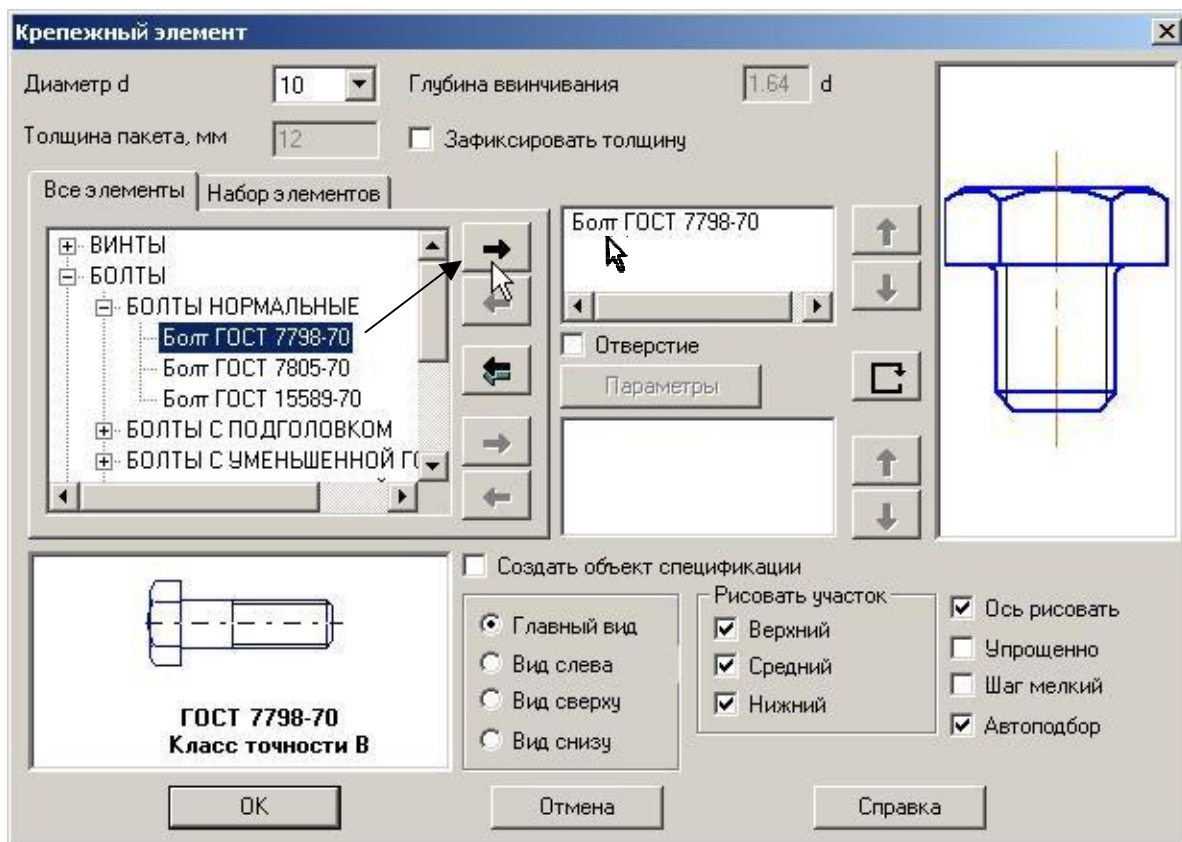
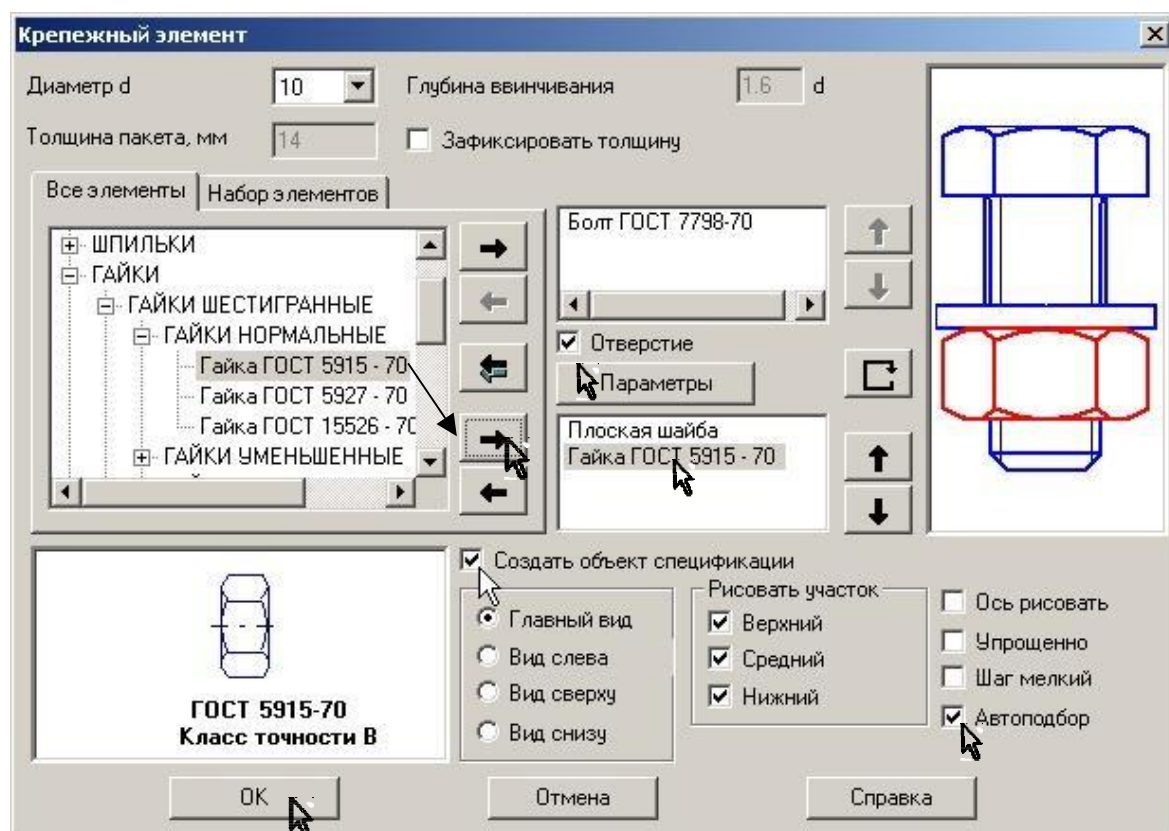

Рис. 12
Рис. 13
1) Включите команду *Крепежный элемент*, на вкладке *Все элементы* выберите *Болт ГОСТ 7798-70*, установите диаметр «10» и кнопкой , рис. 12, скопируйте болт в верхнее окно. Выберите соответствующие шайбу и гайку (рис. 1) и скопируйте их в нижнее окно. Проставьте маркеры на *Отверстие*, *Создать объект спецификации*, *Автоподбор*, отключите маркер у опции *Ось рисовать*, так как в образце уже имеются осевые линии, рис. 13.